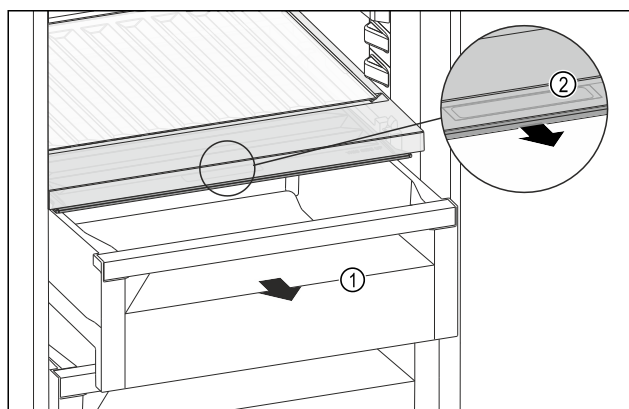

Fig. 133
- Estrarre il cassetto Fig. 133 (1).
- Afferrare la maniglia incassata Fig. 133 (2) sul coperchio dello scomparto e tirare allo stesso tempo in avanti il coperchio dello scomparto.